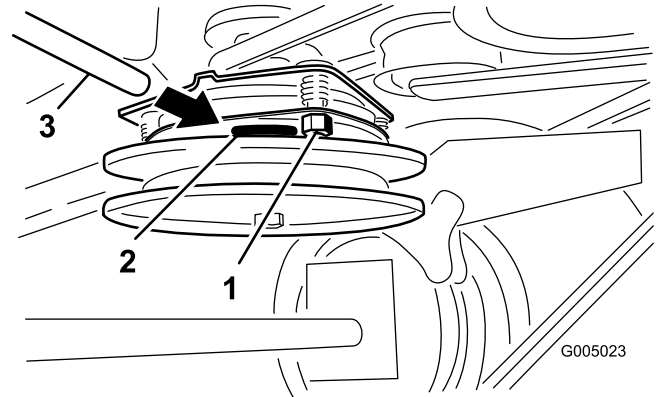

Figura 40
2. Apriete las contratuercas hasta fijar ligeramente la galga pero dejando que ésta se pueda mover con facilidad en la separación (Figura 40).